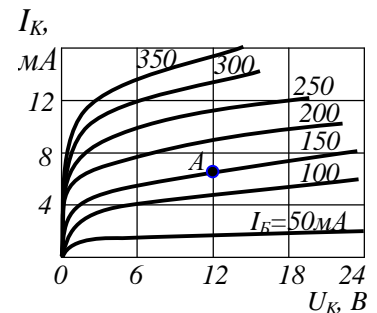

Рис. 10.2
**10.3.** За сімейством вихідних характеристик транзистора КТ339А (рис. 10.2) у схемі із загальним емітером визначити струм бази і напругу на колекторі в робочій точці А, в якій струм колектора дорівнює 6 мА, а потужність, що розсіюється на колекторі, становить 72 мВт.
Отже, положення робочої точки А на вихідних характеристиках визначається величиною  $I_K = 6 \text{ мА}$ . Знаходимо положення робочої точки А на вихідних характеристиках транзистора КТ339А (рис. 10.2) і визначаємо струм бази, який дорівнює 150 мкА.
**10.38.** Для транзистора КТ339А, сімейство вихідних характеристик якого у схемі із загальним емітером зображено на рис. 10.2, визначити струми колектора і бази в робочій точці А, якщо напруга на колекторі 10 В, а опір постійному струму 1,25 кОм.
**10.39.** Використовуючи сімейство вихідних характеристик транзистора КТ339А у схемі із загальним емітером (див. рис. 10.2), визначити струм бази і напругу на колекторі в робочій точці А, якщо струм колектора 12 мА, а опір постійному струму  $R_o = 333$  Ом.